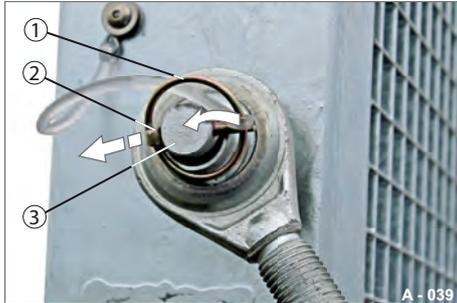

Abb. 58 Sicherungsstange oben ensichern
- ▶ Sicherungsring (Abb. 58/1) aufdrehen.
- ▶ Sicherungsstift (Abb. 58/2) aus dem Bolzen (Abb. 58/3) herausziehen.